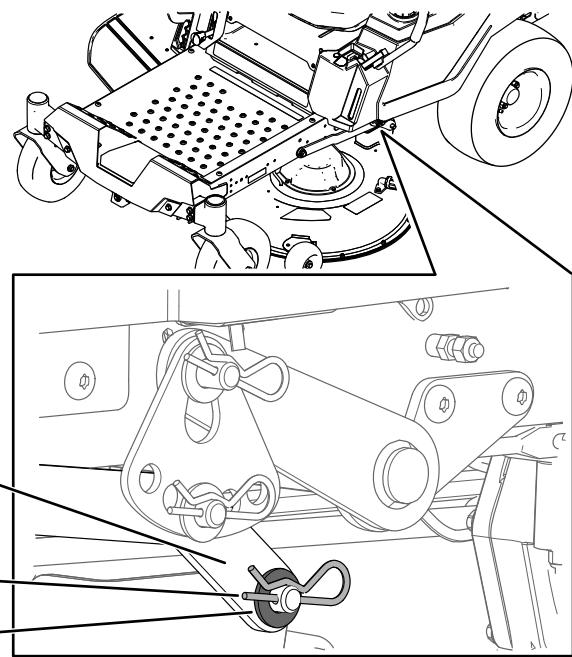

Рисунок 70
7. На одной стороне машины извлеките шайбу и игольчатый шплинт из штифта деки (Рисунок 70).
8. Снимите подъемный рычаг со штифта деки (Рисунок 70).
- На одной стороне машины поднимите заднюю часть деки газонокосилки и установите подъемный рычаг на штифт деки (Рисунок 70).
- Установите подъемный рычаг с помощью шайбы и игольчатого шплинта (Рисунок 70).